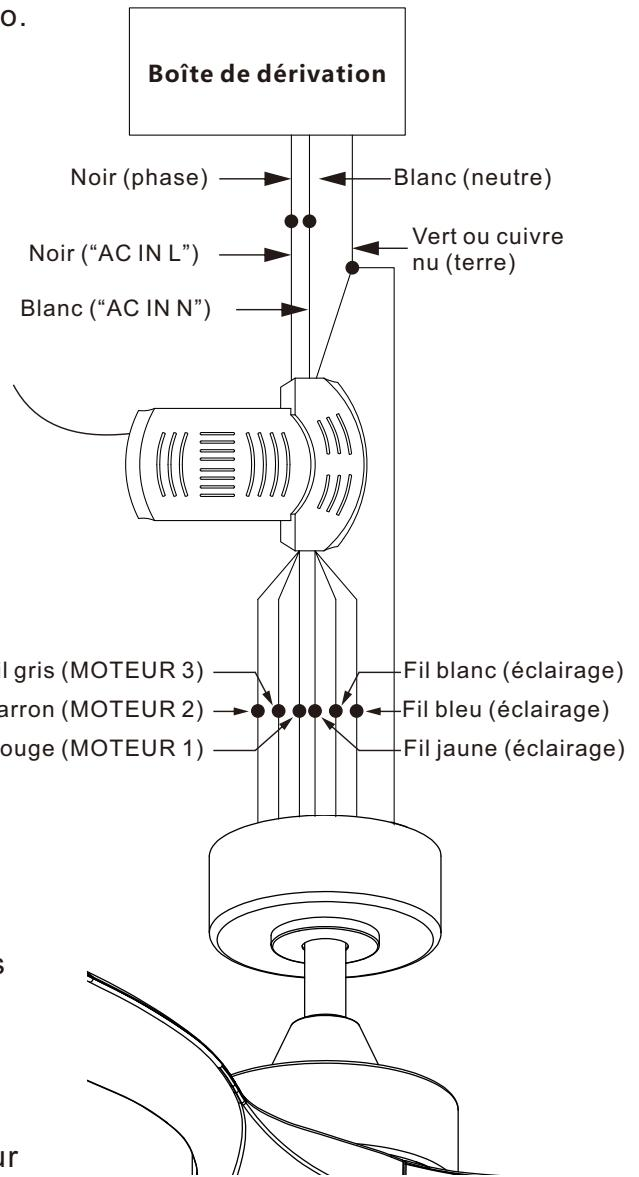

Figure 16
moteur-récepteur : (Fig. 16)
Étape 2 : (Fig. 16) Connecter le fil noir (**phase**) du plafond au fil "AC in L" du récepteur et le fil blanc (**neutre**) au fil "AC in N", puis serrer avec les dominos fournis.
Étape 3 : (Fig. 16) Si la boîte de jonction dispose d'un fil de terre (vert ou cuivre nu), le connecter aux fils de terre du ventilateur et du récepteur. Sinon, connecter le fil de terre du support aux fils de terre du ventilateur et du récepteur. Fixer les connexions avec un domino fourni. Après raccordement, séparer les fils : placer les fils vert et blanc d'un côté de la boîte, et les autres fils de l'autre côté. Enfin, insérer soigneusement les connexions dans la boîte.